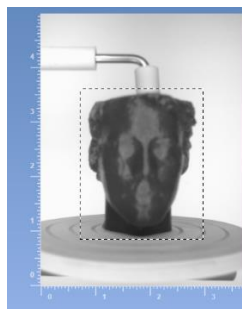

Figura 21. Recuadro del modelo.
5. Cuando el objeto este perfectamente ubicado, se realiza un recuadro que lo cubra ver Figura 21, esto sirve para que los rayos se enfoquen en el objeto.